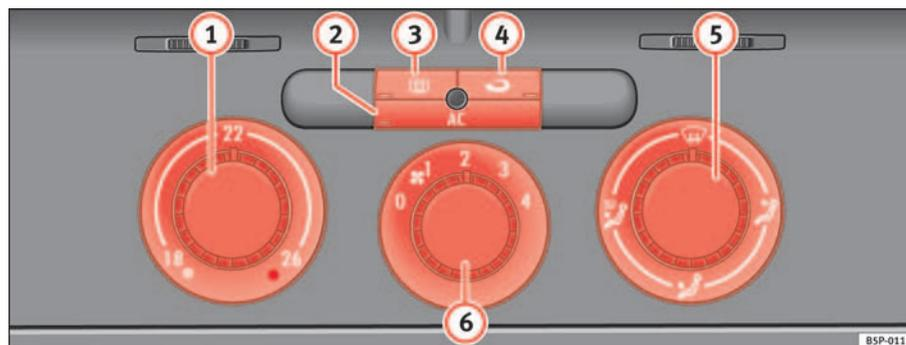

Fig. 123 Sulla plancia portastrumenti: i comandi del Climatic
- Le manopole ⇒ fig. 123 1 e 5 e la manopola 6 servono rispettivamente a impostare la temperatura desiderata, a indirizzare il flusso d'aria e a selezionare il livello di potenza della ventola.
- Accendere il climatizzatore con il tasto ⇒ pag. 151, fig. 123